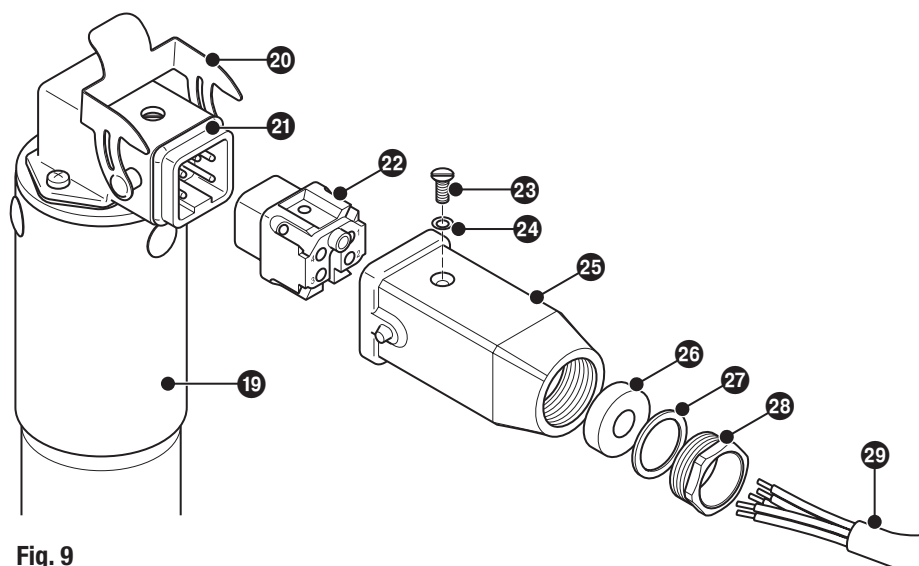

Fig. 9
1. Schroef 29 losmaken **Fig. 9**